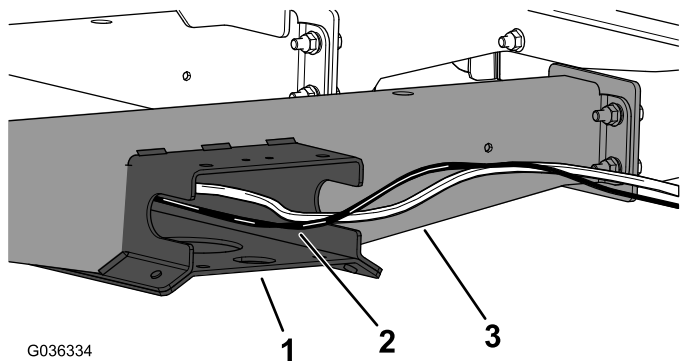

Figura 10
2. Enrute el arnés de cables del kit a lo largo de la placa del perfil del suelo y a través de la abertura en el perfil del bastidor (Figura 10).